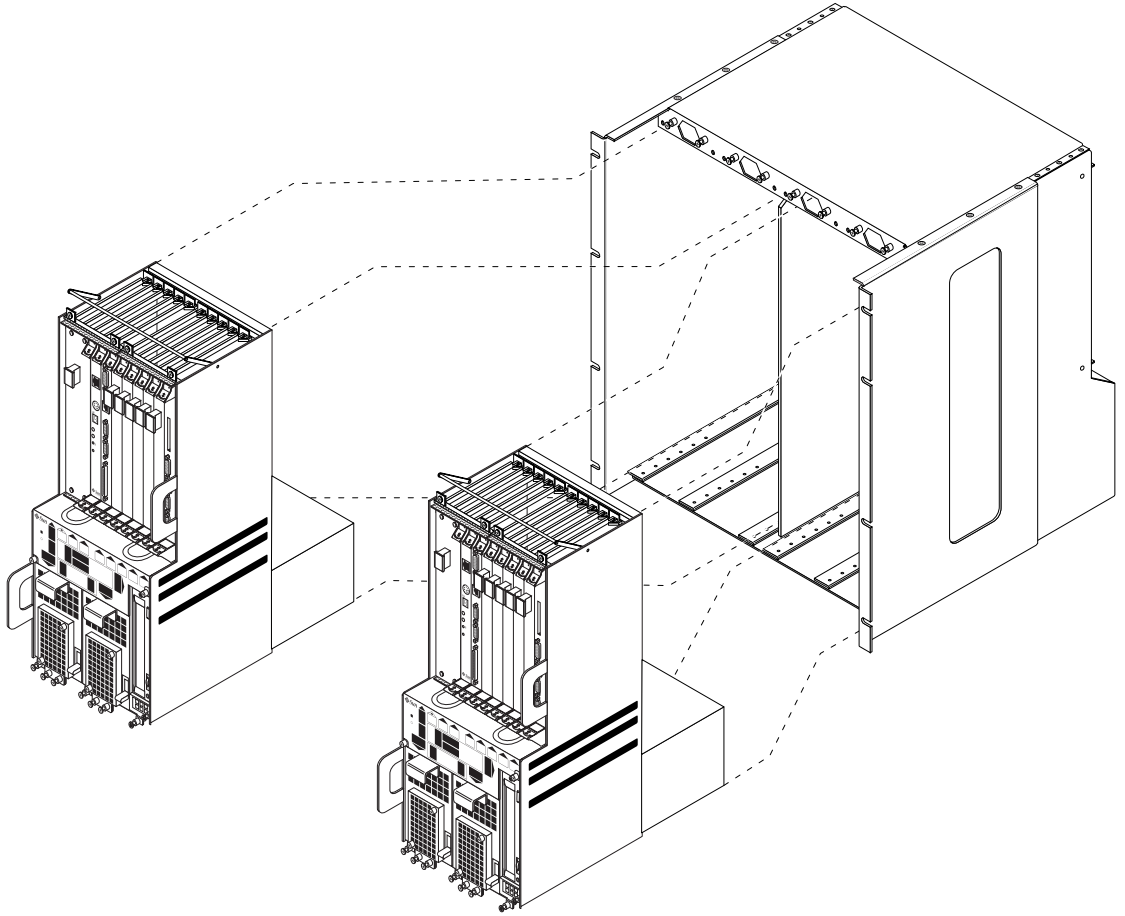

图 1-10 机箱中装有两台 Netra ct 800 服务器
- 一台或两台 Netra ct 800 服务器（图 1-10）